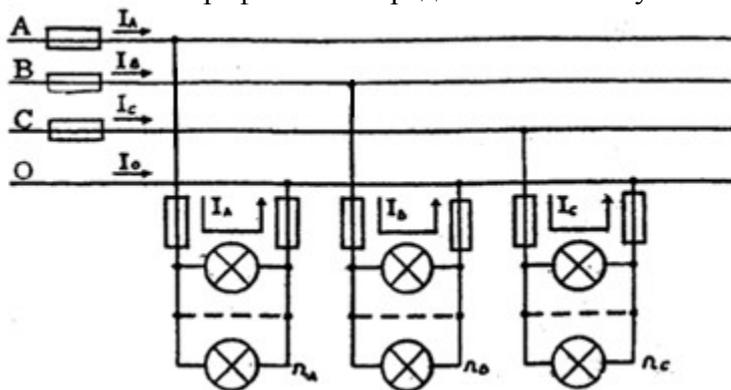

Рисунок 27 – Электрическая схема
В четырехпроводную сеть трехфазного тока (рис. 27) с линейным напряжением  $U_L = 380\text{В}$ , включены по схеме "звезда" три группы ламп накаливания одинаковой мощности. В каждой фазе (группе) лампы соединены параллельно. В среднем сопротивление одной лампы составляет  $R_{\text{лампы}} = 484\text{ Ом}$ . Число ламп в каждой фазе (группе)  $n_A=88$  шт,  $n_B=33$  шт,  $n_C=55$  шт. Определить ток  $I_{\text{л}}^{\text{л}}; \text{л}}$ ; напряжение  $U_{\text{л}}^{\text{л}}; \text{л}}$ ; мощность  $P_{\text{лампы}}$ , на которые рассчитана
**Задача 3.1** В четырехпроводную сеть трехфазного тока (рис. 27) включены по схеме "звезда" три группы ламп накаливания одинаковой мощности. В каждой фазе (группе) лампы соединены параллельно.